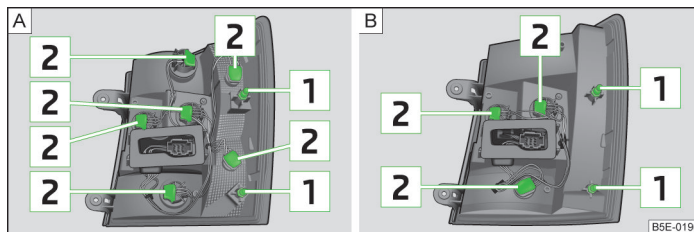

Abb. 231 Äußerer Teil der Leuchte: Grundleuchte / Leuchte mit LED-Dioden
- Die Rückleuchte vorsichtig in die Karosserie hineindrücken, sodass die Bolzen [1] » Abb. 231 auf Seite 260 an der Leuchte in die Aufnahmen in der Karosserie eingreifen » .
- Die Lampenfassung [2] » Abb. 231 entgegen dem Uhrzeigersinn drehen und aus dem Leuchtgehäuse herausnehmen.